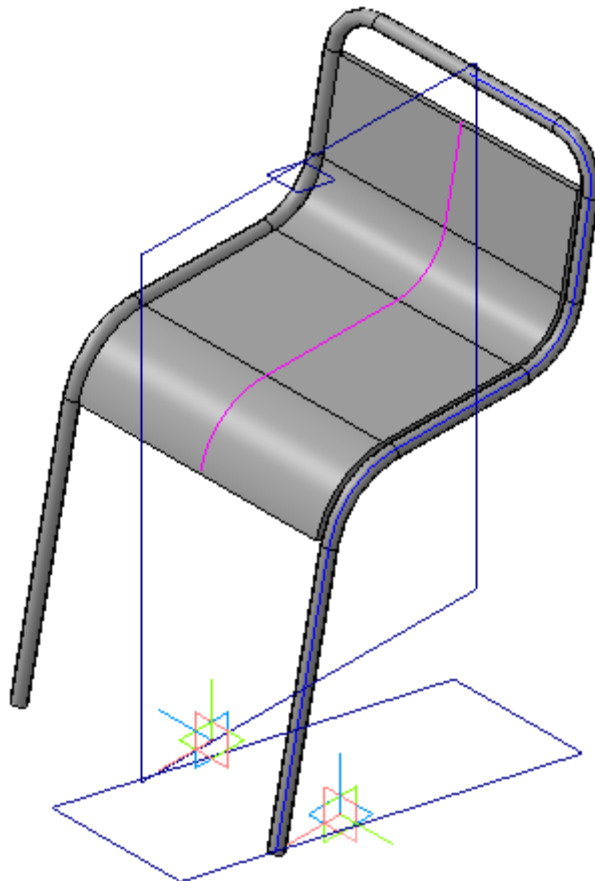

Рисунок 40.
- Нажмите кнопку Создать объект (рис. 40).